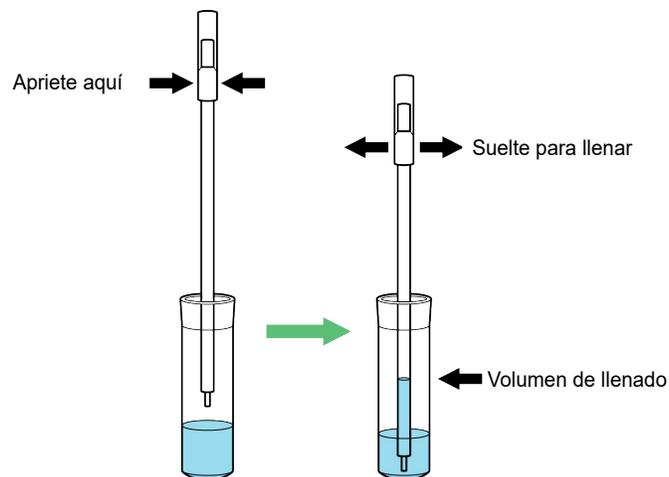

Figura 1. Pipeta de transferencia
1. Apriete **por completo** el bulbo de la pipeta de transferencia y ponga la punta de la pipeta en el tubo de medio de transporte ESwab que contenga la muestra de paciente (consulte la Figura 1).
4. Apriete por completo el bulbo de la pipeta de transferencia y ponga la punta de la pipeta en el tubo de medio de transporte que contenga la muestra de paciente (Figura 1).